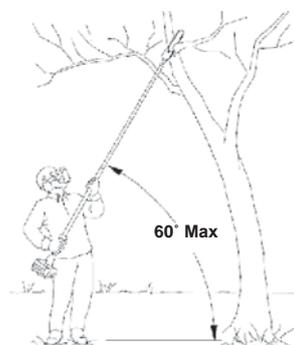

Fig. 22b
- Toujours tenir le produit à l'horizontale à un angle inférieur ou égal à 60°. Autrement, il n'est pas possible de travailler en sécurité (voir Fig. 22b).